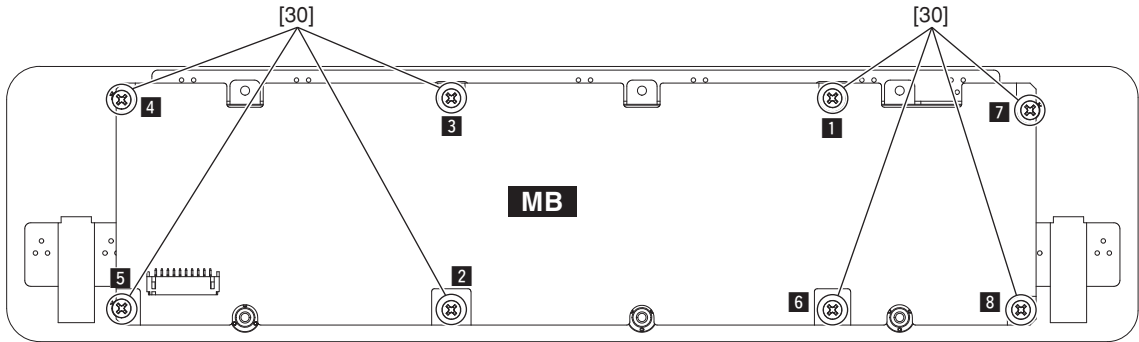

Fig. 2 (図 2)
- 3-2. Remove the eight (8) screws marked [30]. The MB circuit board can then be removed. (Fig. 2)
- * **When installing the MB circuit board, tighten screws in the order of 1 to 8 as shown in Fig. 2.**
- 3-2. [30] のネジ 8 本を外して、MB シートを外します。(図 2)
- ※ MB シートを取り付ける際は、図 2 に示す 1 ~ 8 の順にネジを締めてください。